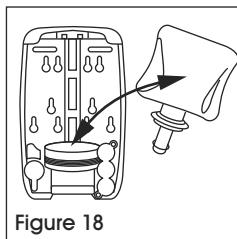

Figure 18
5. Pour enlever la recharge, appuyez sur le dispositif de dégagement et soulevez la recharge pour la sortir du distributeur. (Voir Figure 18)